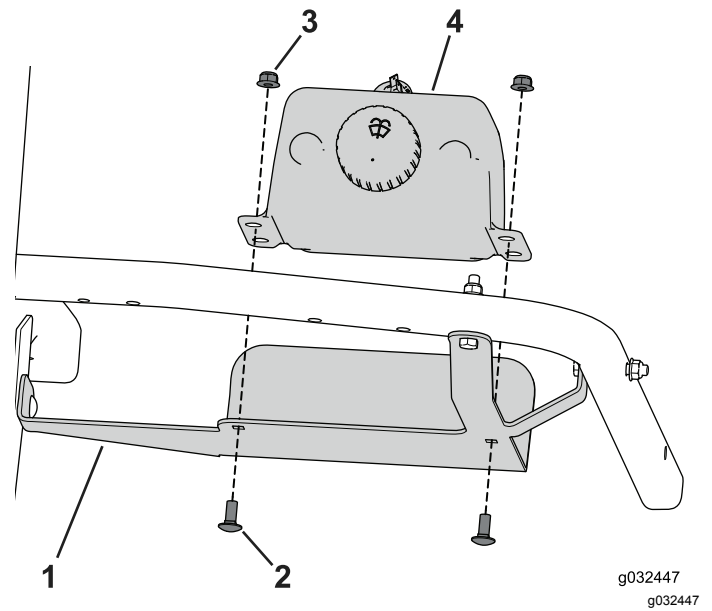

図 31
3. キャリッジボルト5/16" x 3/4"2本とフランジナットを使って、ウォッシャー液ボトルをブラケット固定する図 31。